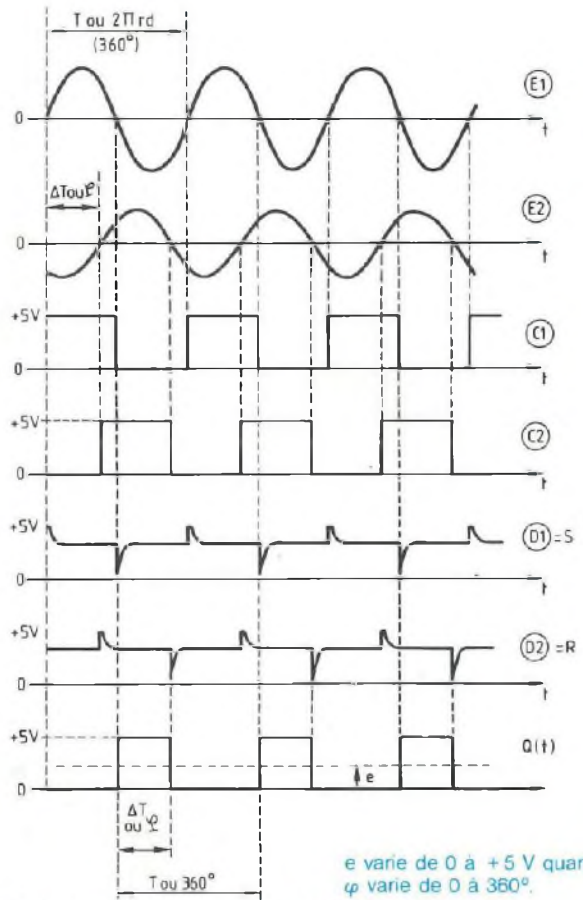

Fig. 5 : Diagrammes de fonctionnement.
Il se trouve tout entier rassemblé dans la succession des diagrammes de la figure 5, où la variable, portée sur les axes horizontaux est le temps  $t$ . Les axes verticaux, d'ailleurs non matérialisés pour ne pas surcharger la figure, indiquent tous des tensions.
- chaque fois que  $E_1$  franchit le seuil zéro en devenant positive, la sortie du comparateur correspondant, notée  $C_1$  dans la figure 5, transite brusquement de 0 à +5 V ;
De la même façon, la figure 5 montre que la sortie  $C_2$  de l'autre comparateur, attaqué par la sinusoïde de l'entrée  $E_2$ , délivre des créneaux symétriques de même période  $T$ .
Les notations  $S$  et  $R$  s'expliquent maintenant. En effet, les impulsions négatives correspondantes attaquent les entrées Set et Reset d'une bascule bistable dont la sortie  $Q$  évolue, en fonction du temps, conformément au dernier diagramme de la figure 5. Pour une période  $T$ , correspondant à une rotation de  $360^\circ$  sur le cercle trigonométrique, on dispose d'un créneau positif de durée  $\Delta t$  coïncidant
l'essentiel, les opérations à effectuer pour franchir les étapes successives du diagramme de la figure 5. Quelques perfectionnements s'y ajoutent pourtant, qui visent à simplifier à l'extrême l'utilisation de l'appareil.